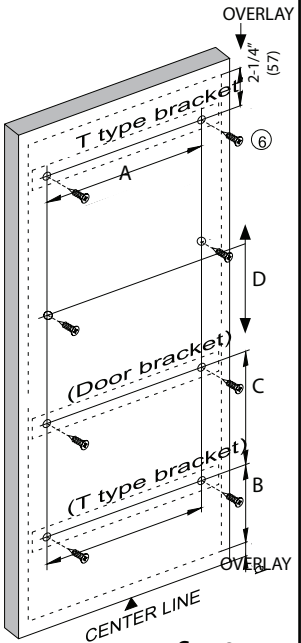

fig. 9
11) Reportez-vous à la figure 9. La première étape consiste à calculer le recouvrement. Mesurez la porte, puis mesurez l'ouverture de l'armoire. Recouvrement = Largeur de la porte moins l'ouverture de l'armoire divisé par 2. Par exemple, la porte a 12 ½" de largeur, l'ouverture est de 12". 12 ½" - 12" = ½", puis diviser par 2. Le recouvrement est de ¼".